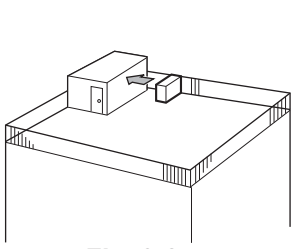

Fig. 3-2
- ① Hava çıkışını, en yakındaki duvara doğru, duvardan yaklaşık 50 cm uzaklıkta olacak şekilde yerleştirin. (Fig. 3-2)